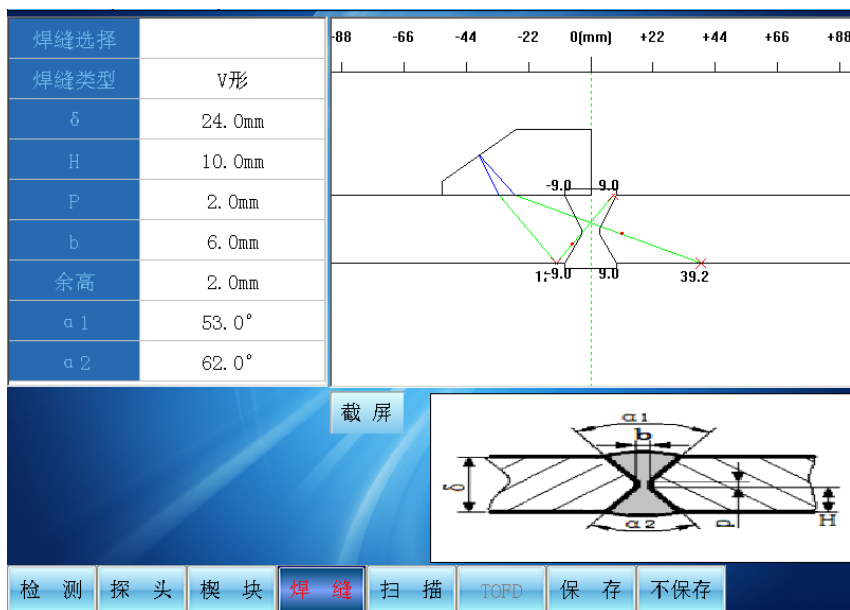

图 10.11
10.1.4 “焊缝”栏设置：点击“焊缝类型”栏，选择待检测工件的坡口类型，进入相应的焊缝参数，按实际情况进行设置（如图 10.11）；